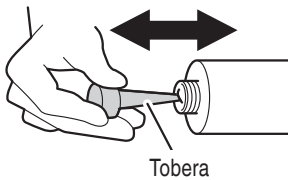

Fig. 18
- (2) Remueva la tobera y use el extremo cortado para romper la membrana de dentro del cartucho, luego devuélvala a su posición original. (Fig. 18)